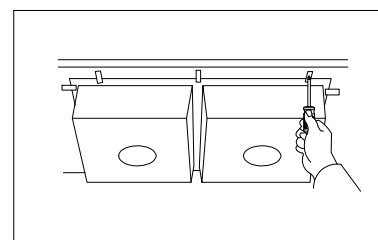

Figura 5
9. Revise que el fregadero esté alineado de nuevo y ajuste los tornillos para fijarlo. (FIGURA 5)